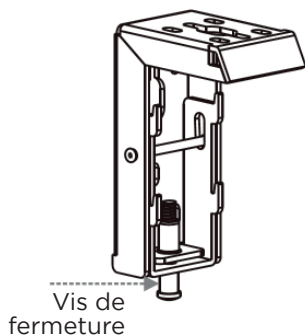

Figure 6
3. Desserrez la vis de fermeture des équerres de montage jusqu'à ce que la suspension inférieure soit réglée complètement vers le bas. (Fig. 6 et 7)